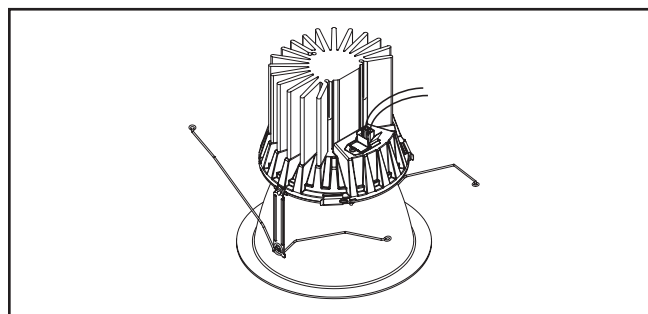

Figura 12.
4. Enchufe la desconexión rápida de la luminaria en el módulo. (Figura 12).